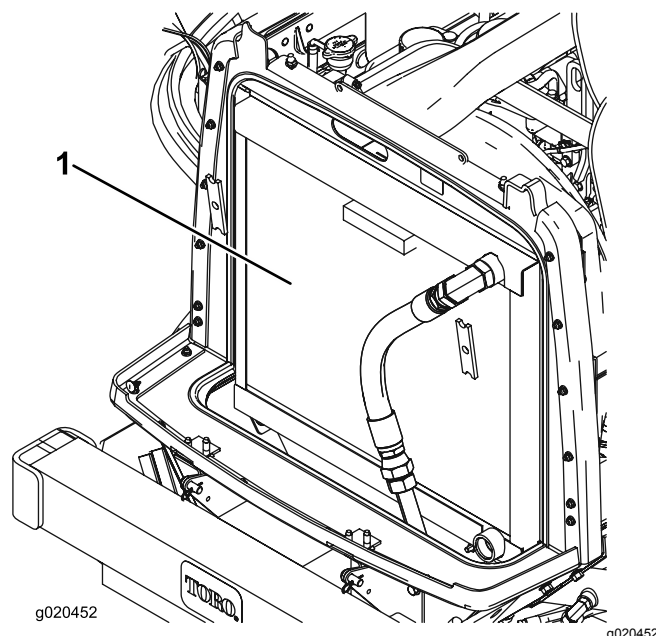

Figura 99
3. Pulite accuratamente entrambi i lati dell'area del refrigeratore dell'olio e del radiatore utilizzando aria compressa (Figura 99).